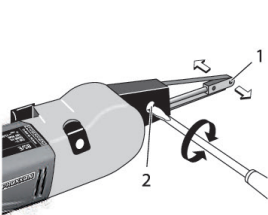

Fig. 5
3. Rodar o parafuso de ajuste **2** (Fig. 5) para a esquerda ou para a direita até que a fita circule no centro sobre o rolo esticador (1).